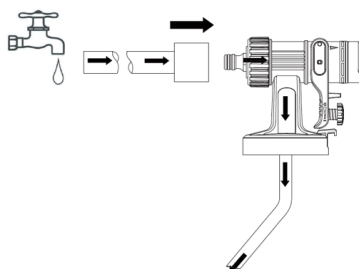

fig. 17
4. Ouvrez la source d'eau et laissez l'eau s'écouler doucement à l'intérieur de l'outil (fig. 17).